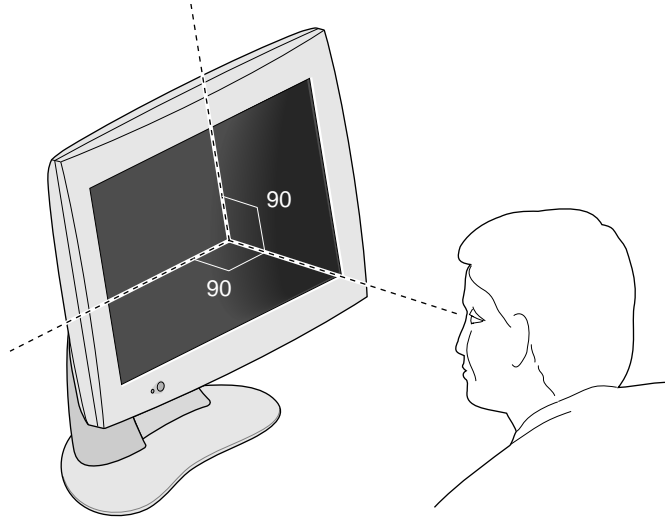

Figura 1-5 Ángulo de visión óptimo para el monitor plano
- Ajuste la altura del monitor de modo que el centro de la pantalla se ubique al nivel de los ojos, o ligeramente por debajo de éste. Para obtener la imagen más brillante y el color más preciso, vea la pantalla lo más cerca posible de la posición perpendicular (ángulo de 90°). Véase la Figura 1-5 (consulte la Tabla 3-1 para ver los límites de los ángulos de visión).